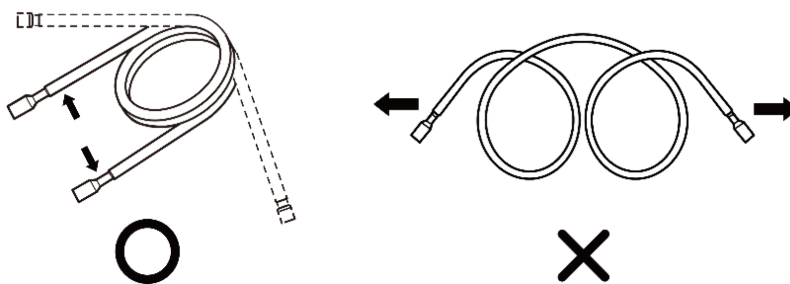

Figure 4.4a
1. Les tuyaux doivent être modelés manuellement. Veillez à ne pas les déformer. Reportez-vous à la figure 4.4a ci-dessous.